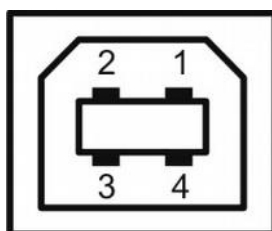

Рисунок 2 – Расположение контактов вилки интерфейса USB
1.4.2.1 Вилка интерфейса USB-В предназначена для подключения кабеля соединения с компьютером (Рисунок 2, Таблица 1).